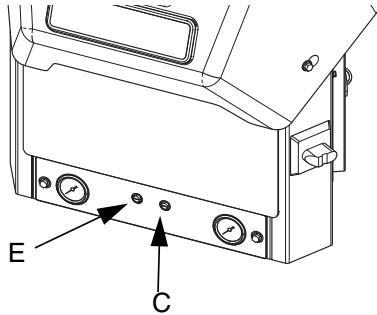

FIG. 20
- Use el regulador de presión de aire de transferencia de vacío (E) para establecer la configuración de presión de aire de transferencia de vacío en 40-100 psi (280-690 kPa; 2,8-6,9, bar). La presión recomendada es de 60 psi (414 kPa; 4,1 bar). Consulte FIG. 20.